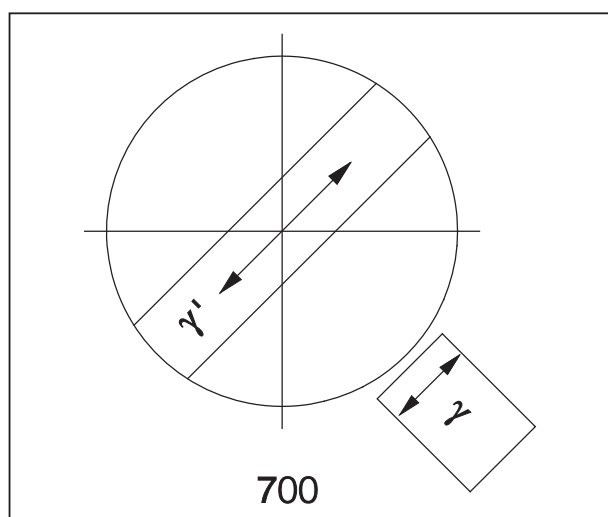

Fig. 4-6 Direction gamma
- Recherchez les cristaux orientés en direction gamma (Fig. 4-6).